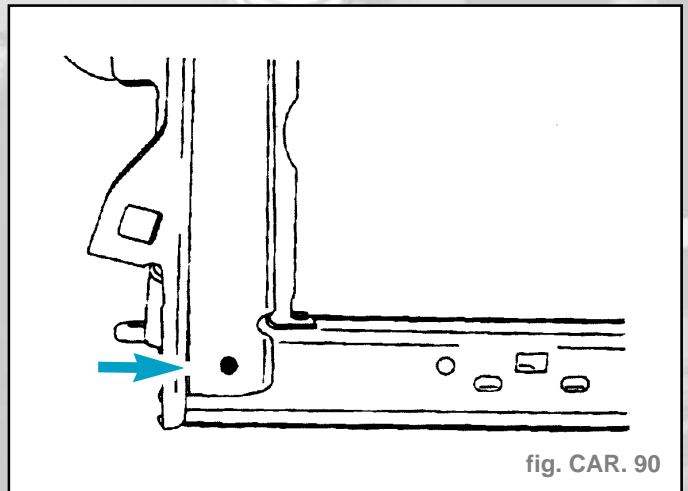

fig. CAR. 90
- Souder par points bouchons au MIG (fig. CAR. 90) (Soudage et meulage symétrique)